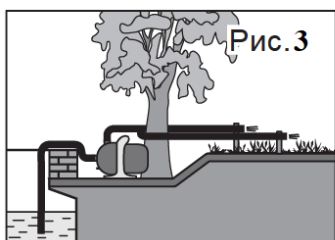

Рис.3
4.1. Установите насос на ровную горизонтальную поверхность как можно ближе к месту всасывания воды, обеспечьте достаточное пространство вокруг насоса для вентиляции двигателя. Соберите подводящий и отводящий каналы согласно Рис. 3.